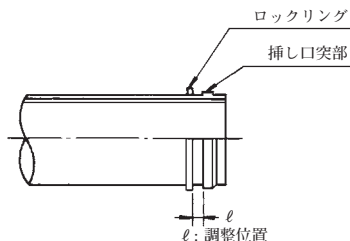

図5 ロックリング長さ調整位置
- (2) (1)と同じ方法で結合ピースⅡをロックリングに調整ボルトで接合する。
- (3) ロックリングの絞り器用穴と結合ピースⅢの取り付け用切り欠きが挿し口突部の反対側にロックリングとなるように注意して、ロックリングを挿し口外面の調整位置(図5、表4)に預ける。